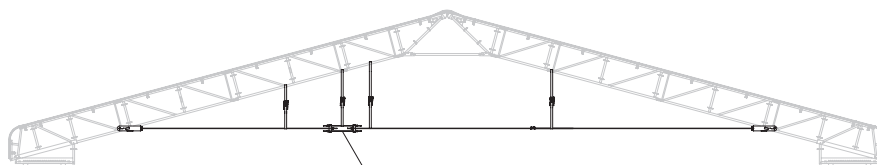

Fig. A7.05
6. Serrare entrambi i dadi esagonali centrali (**54**) fino a raggiungere la dimensione di riferimento della rispettiva campata. Per le dimensioni di riferimento delle varie campate, vedere Sezione "A12 Disposizioni strutturali", da pagina 50 in avanti (Fig. A7.05)